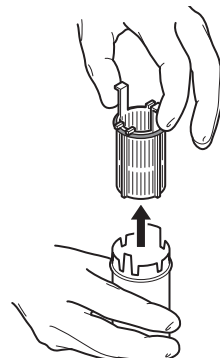

図10 マニホールドのフィルターの取外し
2. 試料を収集する場合は、マニホールドのフィルターを外してください (図10)。